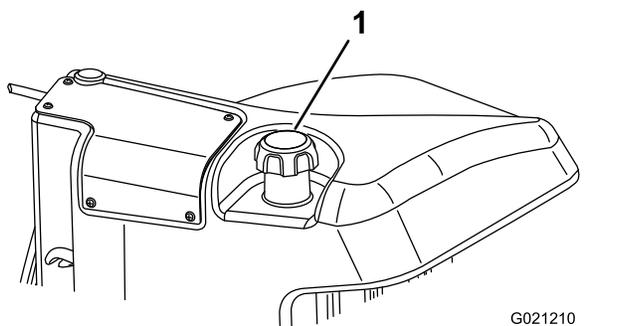

Figura 46
3. Togliete il tappo dal serbatoio carburante (Figura 46).